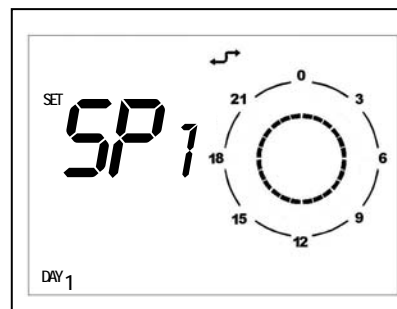

Figura 17
- Sul display in basso a sinistra comparirà la scritta **SP n** dove *n* indica il numero del set point giornaliero (Figura 17) selezionabile attraverso i tasti UPLEV e DOWNLEV.